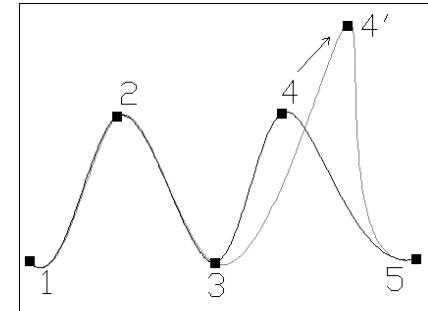

Fig.4.28
- [3] Sélectionner l'option souhaitée. Ainsi, si l'on souhaite, par exemple, déplacer le quatrième point d'interpolation de la courbe (fig.4.28), il convient de choisir l'option **Modifier sommet** (Edit vertex), puis de déplacer le point.
- [6] Entrer la lettre « Q » (X) pour sortir de la commande.